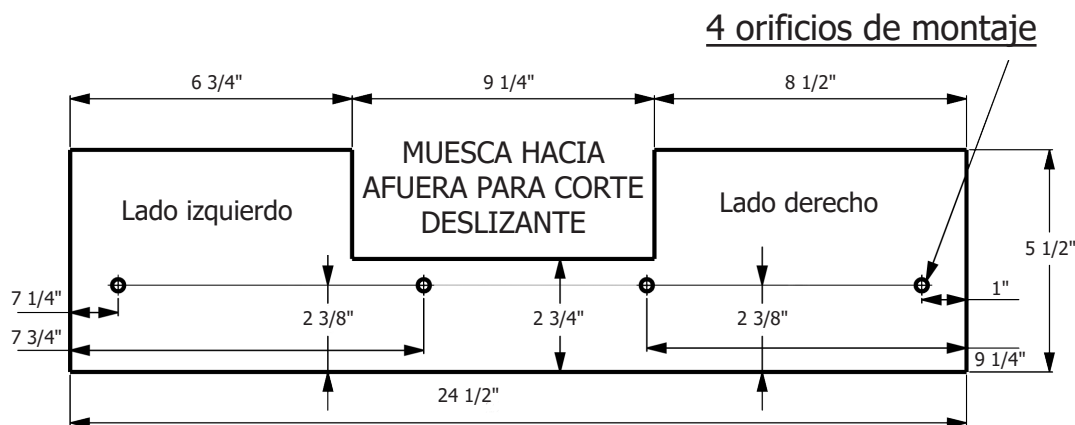

Figura 38
Consulte la Figura 38 para conocer las dimensiones de la guía tope auxiliar.
6. Se **DEBE** cortar la muesca que se muestra en la Figura 38 para poder llevar a cabo cortes deslizantes con la guía tope auxiliar.